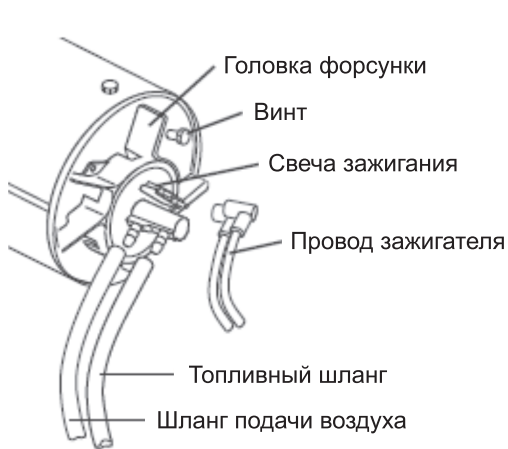

Рис. 15
Сопла следует чистить или заменять не реже одного раза за отопительный сезон. В случае загрязнения топлива это необходимо сделать безотлагательно (рис. 15 и 16).
3. Отсоедините топливопровод от горелки (рис. 15);
4. Отсоедините провод от электродов свечи зажигания (рис. 15);